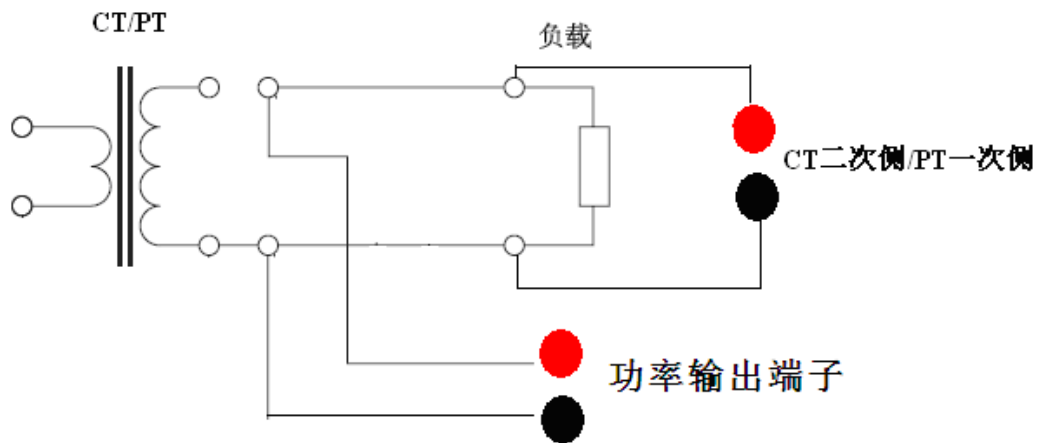

图 3.2 CT/PT 二次负荷测量的接线位置图
- 5) 为了消除接触电阻的影响，在连接 CT 分析仪的端子时，CT 二次侧的连接端子应保持在功率输出端子的内侧，如图 3.2。